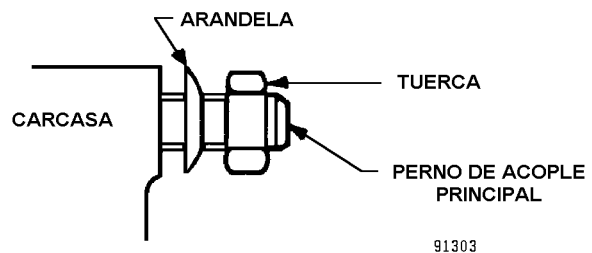

FIGURA 8-3. INSTALACIÓN DEL PERNO DE ACOPLER PRINCIPAL
4. Instale los cuatro pernos de acople principal con la arandela cóncava entre la tuerca y la carcasa. Consulte la Figura 8-3.